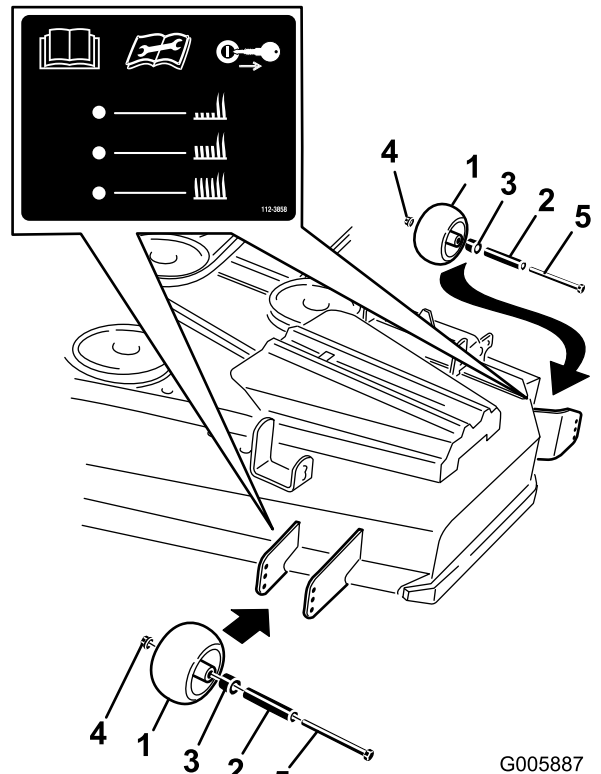
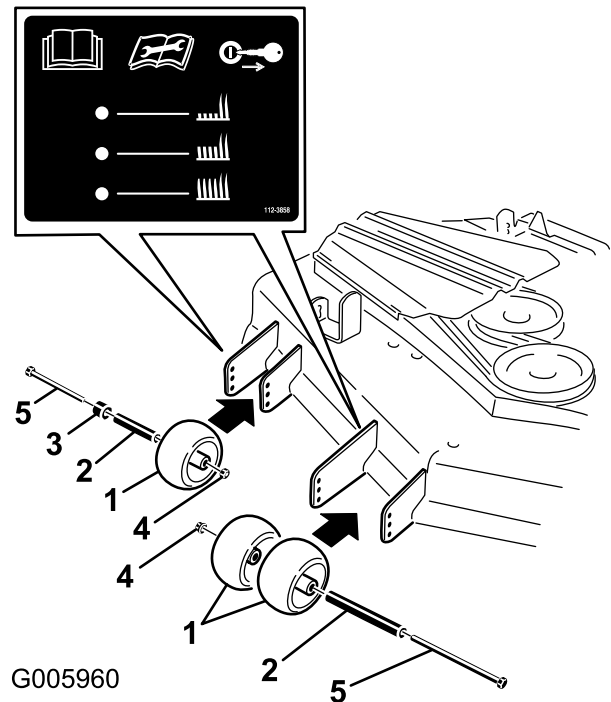

Bild 17
Bild 18
3. Nach dem Einstellen der Schnitthöhe sollten Sie die Rollen einstellen. Nehmen Sie die Bundmutter, die Büchse, das Distanzstück und die Schraube ab (Bild 17 oder Bild 18).
Hinweis: Die beiden mittleren Rollen haben keine Distanzstücke (Bild 17 oder Bild 18).
5. Setzen Sie die Bundmutter, die Büchse, das Distanzstück und die Schraube ein. Ziehen Sie sie auf 54 bis 61 Nm an (Bild 17 oder Bild 18).